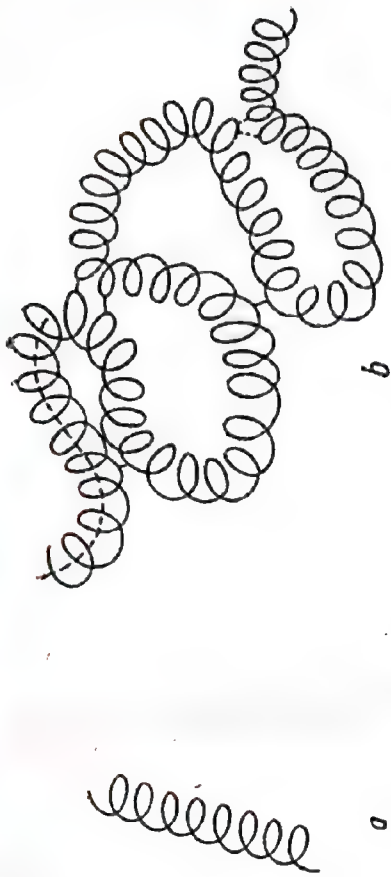

Fig. 78. Structura secundară (a) și structura terțiară (b).
C. Structura terțiară se referă la dispoziția spațială de ansamblu a catenei polipeptidice, la interacțiunile care se stabilesc între diverse grupări (sub-sisteme) îndepărtate între ele, de pe aceeași catenă (v. fig. 78).